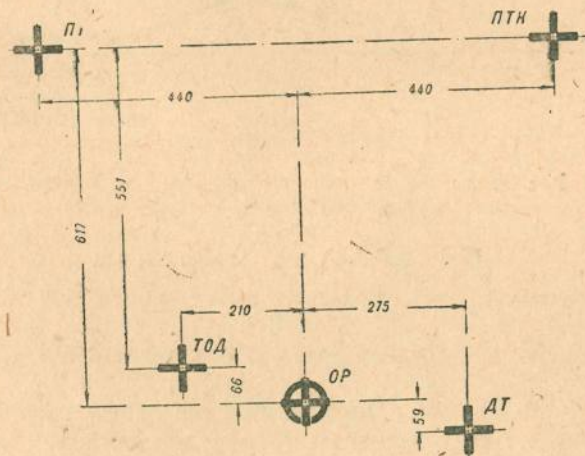

Рис. 9. Мишень с координатами +19° для выверки прицельных линий системы Ф-32 и спаренного с ней пулемета ДТ
8. Установить на стене мишень с координатами +19° (рис. 9) так, чтобы перекрестие на стволе орудия совпало с соответствующим перекрестием на мишени. При этом мишени с перекрестиями должны находиться в одной плоскости. Проверку плоскости производить при помощи отвеса.